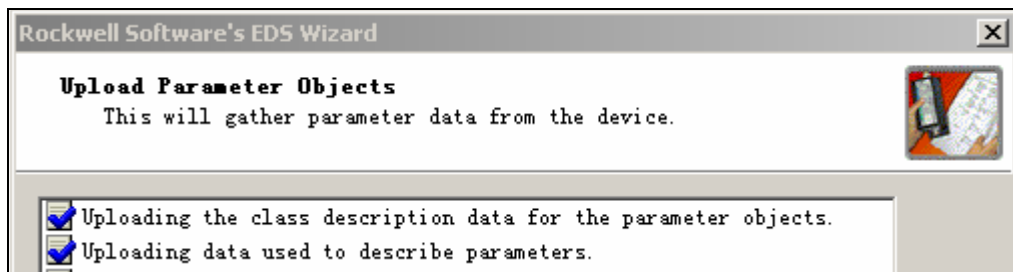

图 3-37 上载参数对象
17. 单击 Next，选择缺省连接类型（轮询、COS[状态改变]或选通）。此处选择轮询复选框并设置 PowerFlex40 缺省字大小。缺省大小为 4 个输入字节和 4 个输出字节。单击 Next，RSNetWorx 将从 PowerFlex40 中上载参数信息并开始建立 EDS 文件，如图 3-37 所示。